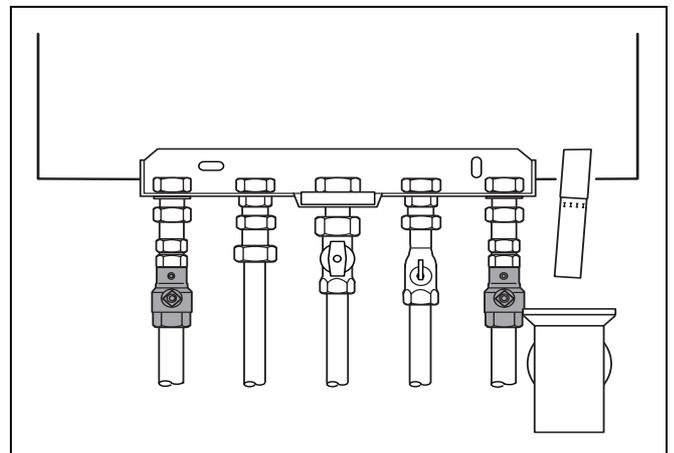

Fig. 17 Rubinetti di manutenzione (qui Logamax U124-24K, soprintonaco)
- Aprire i rubinetti di manutenzione (fig. 17) al raccordo della mandata e del ritorno.